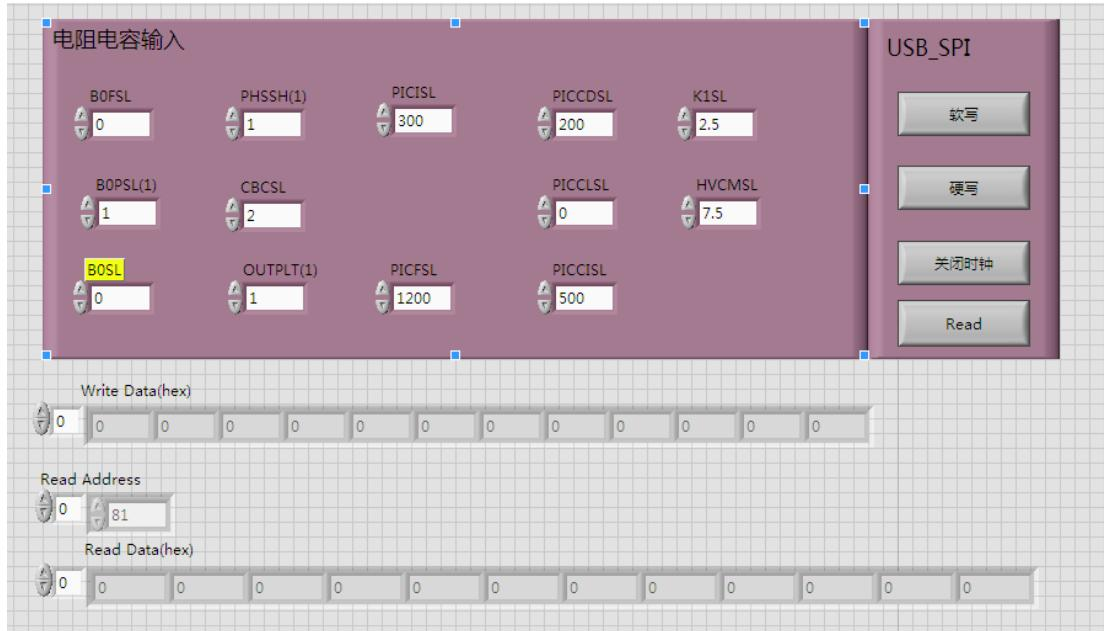

图 4 Labview 烧写软件界面
由于该 ASIC 集成了各种可调功能，因此在与表头匹配时，需要对相应的寄存器进行软写或者硬写操作。该芯片推荐使用 Labview 软件进行参数匹配，图 4 是我司推荐的界面。
- (1) 芯片上电, 电流 5mA 左右, 将引脚 PRGM 拉高至 5V, 进入写模式, 运行 labview 程序, 点击图 4 界面中的【软写】、【关闭时钟】即可将界面中的数据软写至芯片。
- (2) 测试软写后输出, 根据要求的指标, 对照第表 2 中的寄存器说明, 调节相应的参数。
- (3) 配置参数计算好之后, 填入 labview 烧写界面, 重新运行程序, 再次进行软写操作。
- (4) 重复 (2) (3) 步骤, 直到调配到想要的参数。
- (1) 芯片上电, PRGM 拉高到 5V, VPP 接入 7.7V 电压。
- (2) 运行 labview 程序, 点击图 4 界面中的【硬写】, 即可完成硬写操作。
- (3) 点击硬写后可点击【读取】, 检测是否写入正确的值。也可不进行读取。
- (4) PRGM 拉低到地, 断开 VPP 接的 7.7V 电压, 重新上电后测试芯片输出, 硬写过程完成。